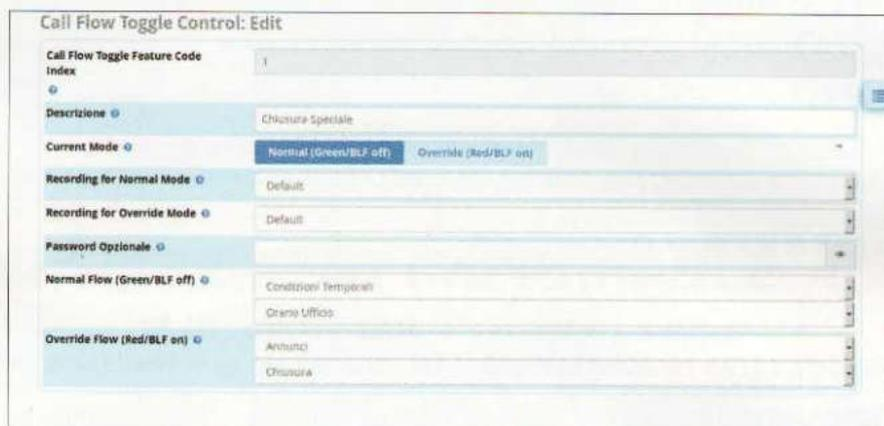

Figure 9 : les contrôles de flux.
Dans notre exemple, nous avons utilisé deux contrôles de flux que nous avons appelés « **Ouverture Spéciale** » (OS) et « **Fermeture Spéciale** » (FS) et nous devons forcer l'état d'ouverture et de fermeture en contournant le contrôle horaire (voir la figure 9).